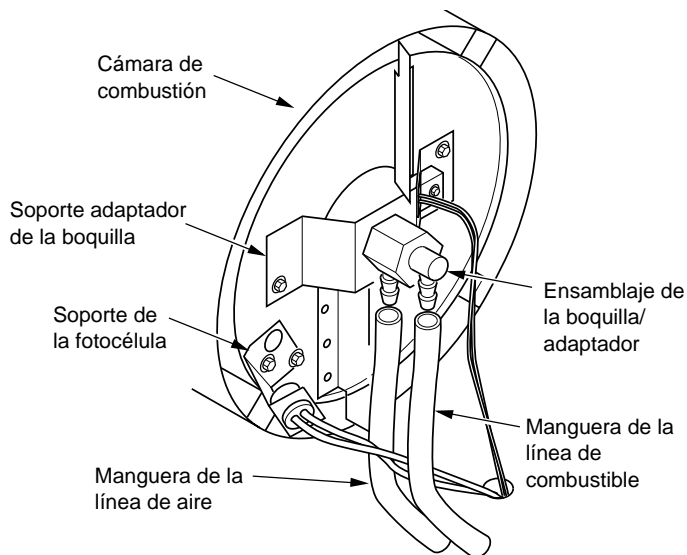
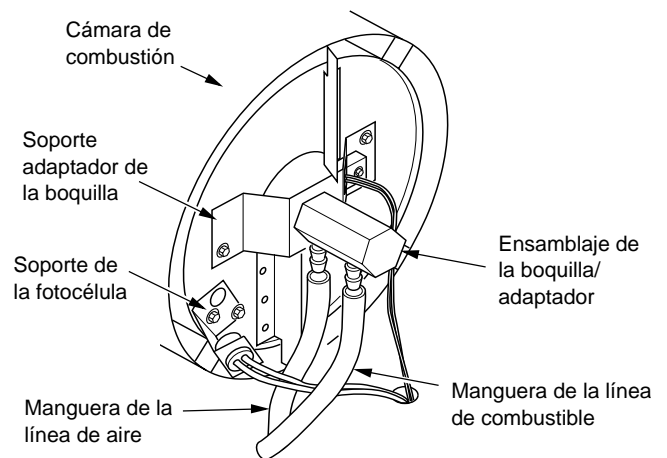
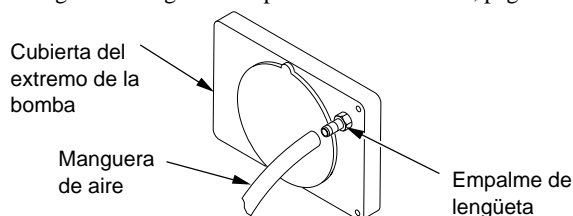

Figura 14 - Desmontaje de las mangueras de las líneas de aire y combustible (solamente para modelos 125T y 170T)
Figura 17 - Desmontaje de las mangueras de las líneas de aire y combustible (solamente para modelo 200T)
Figura 19 - Manguera de aire a empalme de lengüeta
14. Vuelva a colocar la fotocélula en el soporte para fotocélula. Dirija los alambres como se muestra en la figura 14, página 11.
3. Desmonte las mangueras de las líneas de aire y combustible del ensamblaje de la boquilla (consulte la figura 14).
3. Quite dos tornillos del soporte adaptador de la boquilla (consulte la figura 17).
- Inspeccione las mangueras de las líneas de combustible y aire para buscar rajaduras y/u orificios. Si la manguera de la línea de combustible está dañada, desconéctela del adaptador de la boquilla (consulte la figura 14 ó figura 17 dependiendo del modelo, página 11) y del filtro de combustible (consulte *Filtro de combustible*, página 9). Si la manguera de la línea de aire está dañada, desconéctela del adaptador de la boquilla (consulte la figura 14 ó figura 17 dependiendo del modelo, página 11) y del empalme de lengüeta en la cubierta del extremo de la bomba de combustible (consulte la figura 19).
- Instale la nueva línea de aire y/o combustible. Conecte un extremo de la manguera de la línea de aire al empalme de lengüeta en la cubierta del extremo de la bomba (consulte la figura 19) y el otro extremo al adaptador de la boquilla (consulte la figura 14 ó figura 17 dependiendo del modelo, página 11). Conecte un extremo de la manguera de la línea de combustible al filtro de combustible (consulte *Filtro de combustible*, página 9) y el otro extremo al adaptador de la boquilla (consulte la figura 14 ó figura 17 dependiendo del modelo, página 11).
Nota: Direccione las mangueras como se muestra en la figura 14 ó figura 17 dependiendo del modelo, página 11. Las mangueras no deben tocar el soporte de la fotocélula.